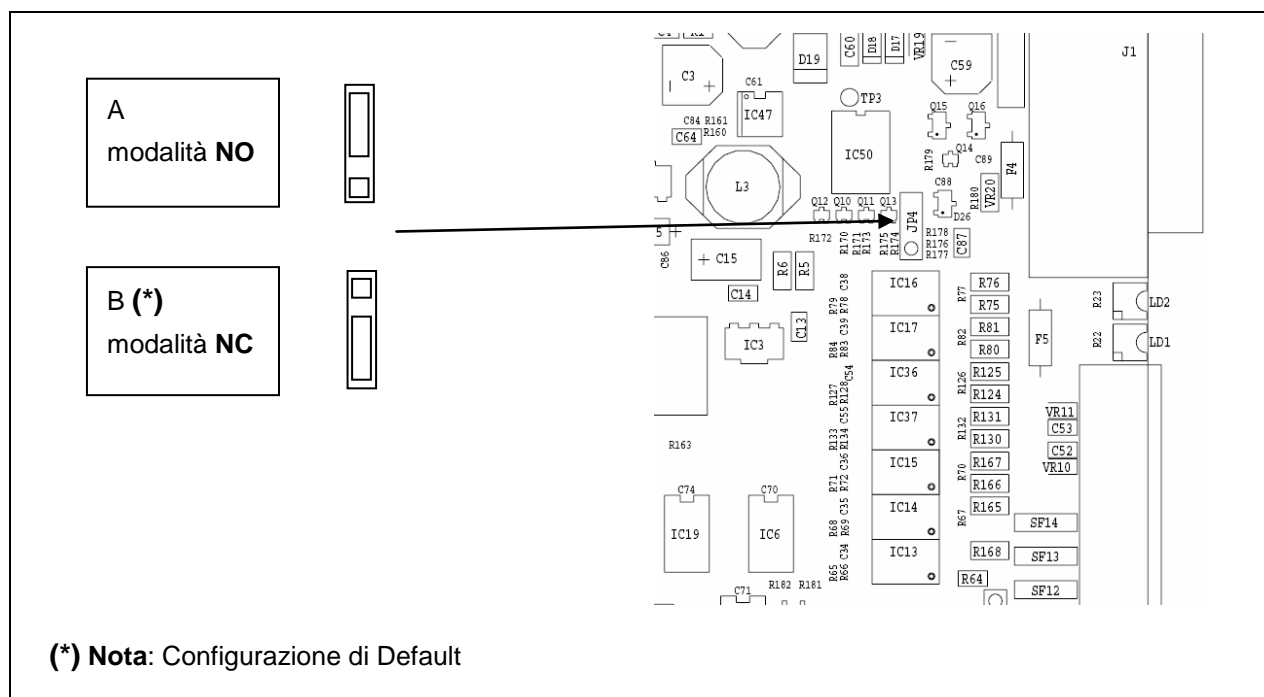

Figura 5-18. Selezione modalità NO/NC su uscita SSR.
Oltre che sul PIN 2 di J1 e in modalità sink/source, l'uscita P.O. può essere fornita fra i PIN 4 e 5 e nella forma di contatto non riferito a massa (Solid state relè). Nel caso si utilizzi tale uscita, l'E32A SSR può essere programmato in modo che il contatto sia normalmente aperto (NO) o normalmente chiuso (NC), mediante il Jumper JP4 presente sul circuito stampato che va posizionato come indicato Figura 5-18.